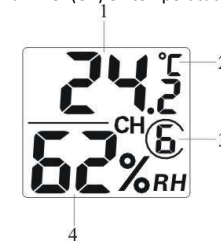

Fig. 9
- Controleer of het display het juiste kanaalnummer (CH) en temperatureenheid (°F of °C) weergeeft - zie Fig. 9.